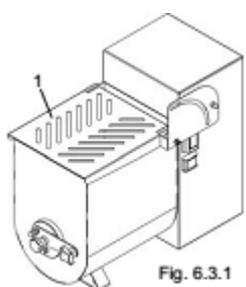

Рис. 6.3.1
- Поднимите верхнюю решетку "1" Рис. 6.3.1